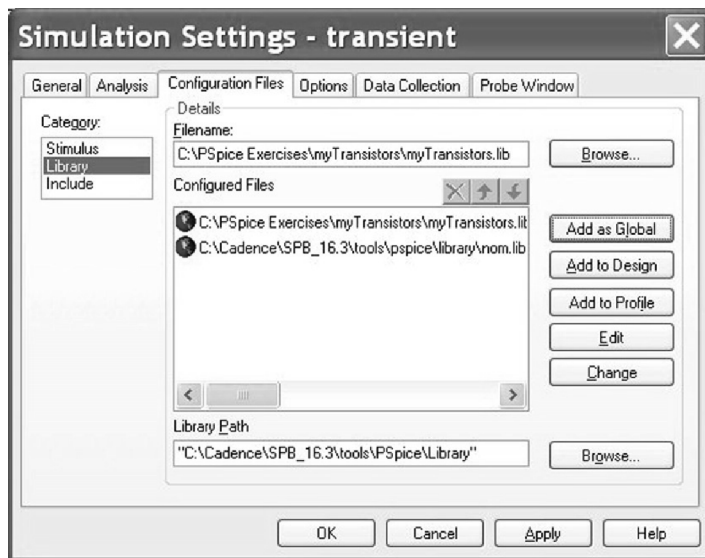

图 16.24 将 myTransistors.lib 添加为 PSpice 全局元器件库
10. 选择菜单 **PSpice > New Simulation Profile** 建立新的仿真设置文件。在 Configurations Files 文件配置选项卡下选择 **Category > Library**，然后通过浏览按钮对 myTransistors.lib 库文件进行选择。按照练习 1 的步骤 8，可以把库文件添加为全局库或者局部库。如图 16.24 所示，本练习把